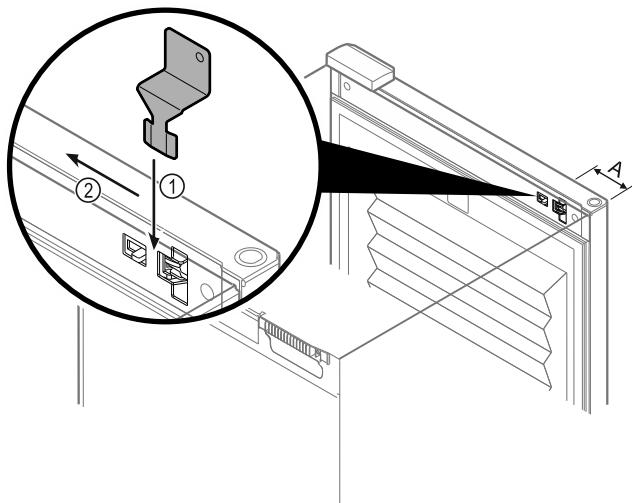

Fig. 90
- Расположите ключ для аварийной разблокировки в заданном месте Fig. 90 (A) $\approx 100\text{мм}$.
- Вставьте ключ для аварийной разблокировки между дверью и корпусом устройства сверху и до упора Fig. 90 (1).
- Потяните ключ для аварийной разблокировки в направлении стороны шарнира Fig. 90 (2).